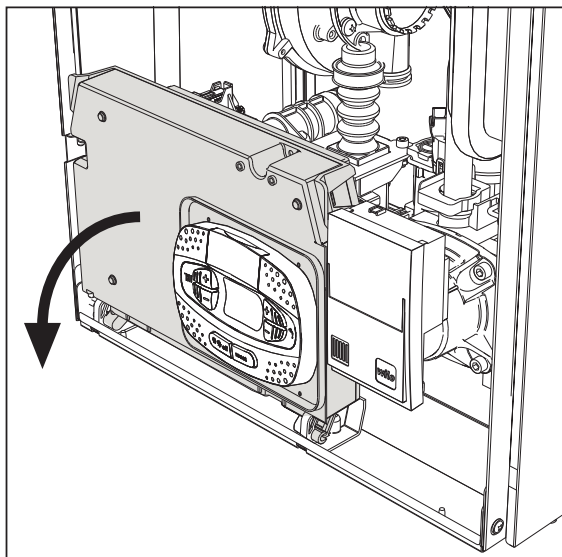
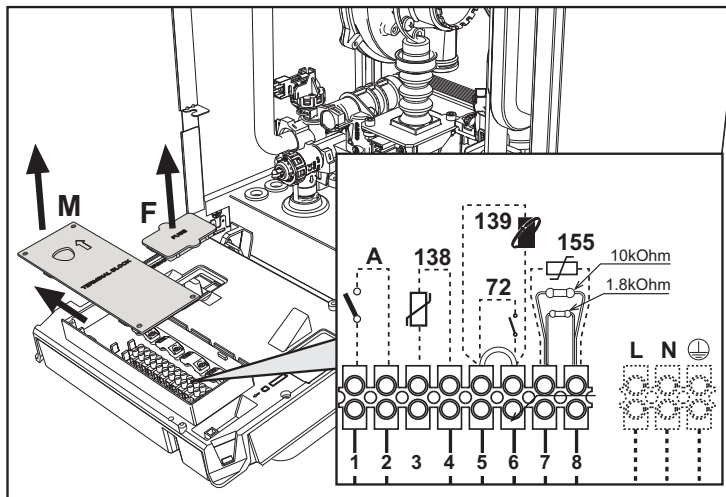

рис. 20
рис. 21
После снятия передней панели ( \*\*\* 'Открытие передней панели' on page 33 \*\*\* ) можно получить доступ к клеммной колодке (M) и предохранителю (F), действуя согласно нижеприведенным указаниям (рис. 20 и рис. 21). Клеммы, указанные на рис. 21, должны иметь чистые контакты (не 230В). Расположение зажимов и их назначение показаны также на электрической схеме на рис. 57.